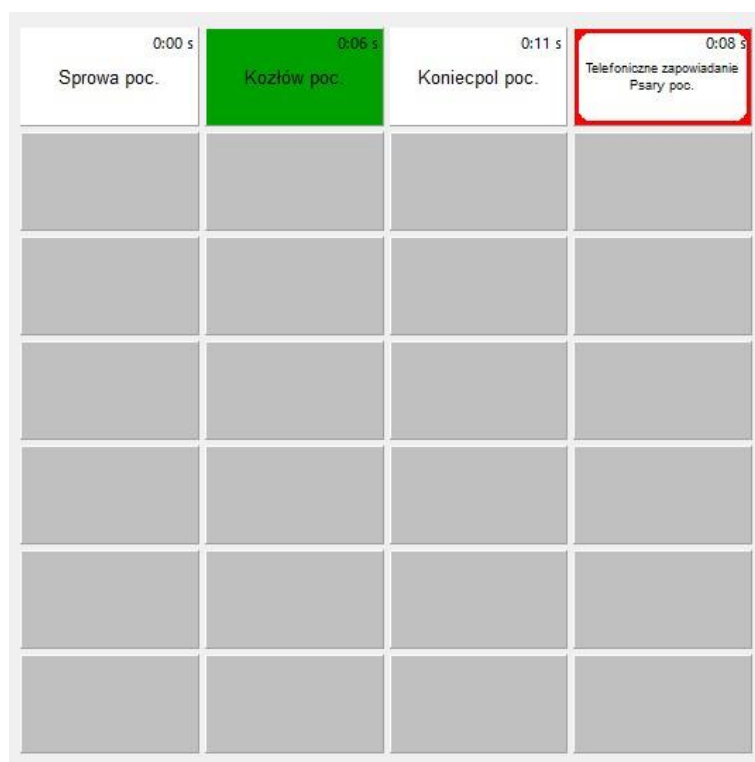

图 2.4.3 SLK 型计算机化调度总机
- SLK 型计算机化调度总机（图 2.4.3）；
此外，右键点击线路按钮，会弹出用于附上与该线路相关的警示标签文本（如“1/2 道占用”、“电话预告”等）菜单。附有警示文本的按钮将附加红色边框（图 2.4.3），其角落处也会显示最近通话时长。除上述功能外，本类型调度总机的其他功能未在 ISDR 中模拟，相关按钮及界面元素已做隐藏处理。